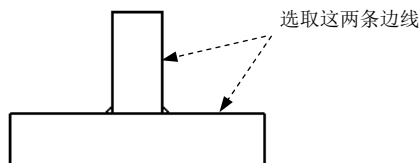

图 6.12.2 选取构成端点边
Step4. 选取构成端点处理的两条边线。在视图中选取图 6.12.2 所示的两条边线。